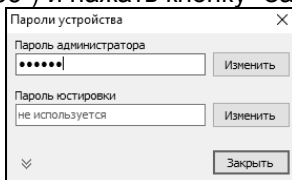

Рисунок 3
10.2 Для настройки протокола связи устройства нажать кнопку "Сервис"—>"Изменить протокол устройства". После попытки применить какие-либо изменения программа предложит ввести пароль администратора, нажать кнопку "Да". В появившемся окне ввести пароль (заводское значение – "123456") и нажать кнопку "Закрыть" (рисунок 3).